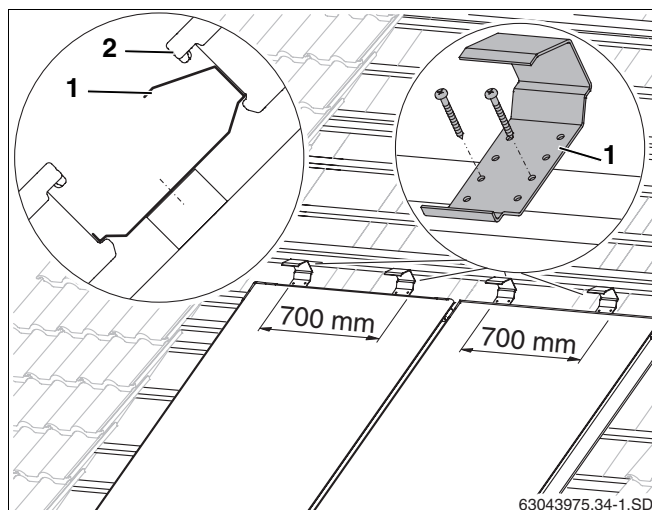

Fig. 31 Protecções contra deslizamento para a segunda fila de colectores
- ▶ Colocar por colector duas protecções contra deslizamento, (fig. 31, **item 1**) no centro (a 700 mm uma da outra) sobre o colector inferior e sobre a quarta ripa adicional da fila inferior e fixá-las, respectivamente, com dois parafusos 4 x 40.
- ▶ Deixar o colector da fila superior (fig. 31, **item 2**) deslizar contra as protecções anti-deslizamento e alinhá-lo com a fila inferior.